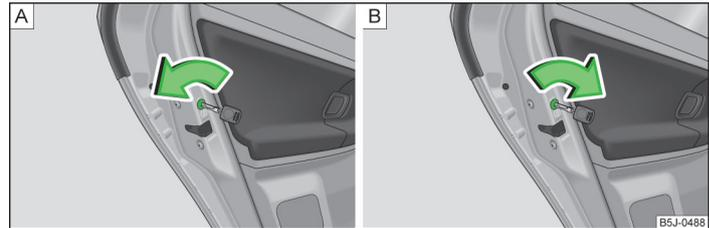

Abb. 10 Kindersicherung einschalten: für Fahrzeuge ohne bzw. mit Zentralverriegelung
- Bei Fahrzeugen ohne Zentralverriegelung den Schlitz der Sicherung an der linken Tür entgegen dem Uhrzeigersinn drehen » Abb. 10 - **A**, an der rechten Tür im Uhrzeigersinn.
» Abb. 10 - **B**.